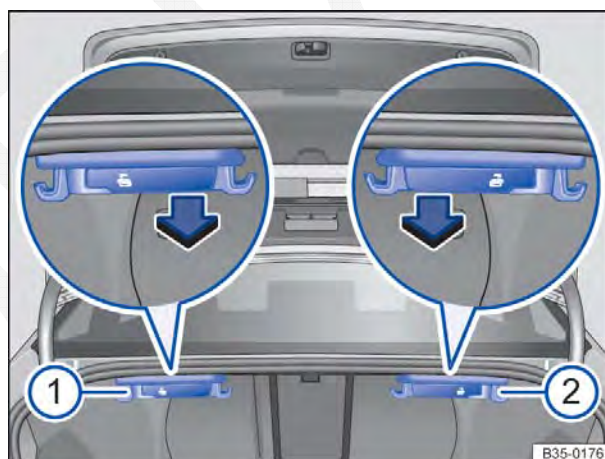

Fig. 56 No compartimento de bagagem: alavanca de destravamento à distância para a parte esquerda ① e a para parte direita ② do encosto do banco traseiro.
- Puxar a alavanca de destravamento à distância para o encosto do banco traseiro esquerdo ⇒ Fig. 56 ① e direito ② no sentido da seta. A parte destravável do encosto do banco traseiro é rebatida automaticamente para frente.